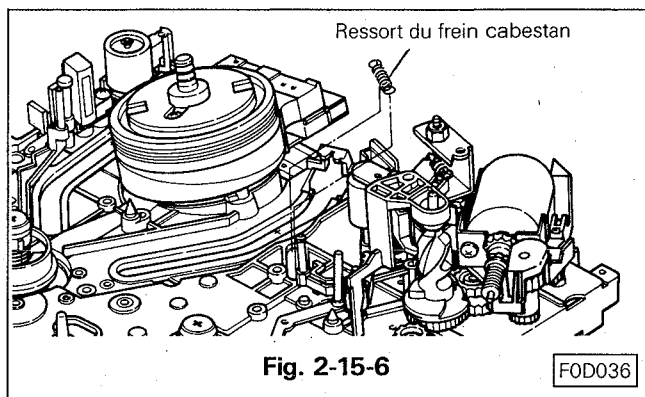

Fig. 2-15-6
- O. Fixer le ressort du frein cabestan entre le frein et le bras de pignon de chargement (Voir Fig. 2-15-6) (vue de dessus de la platine mécanique).